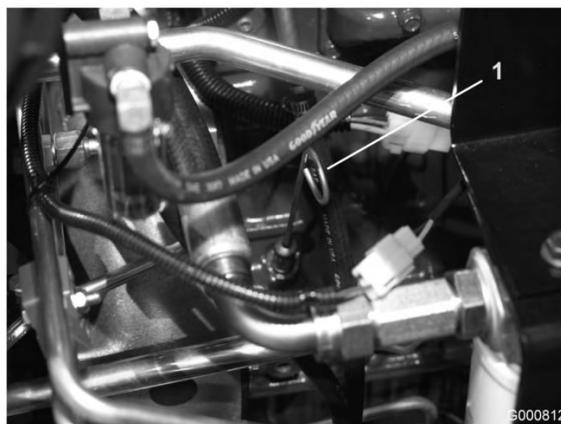

Figura 29
2. Togliete l'asta di livello (Figura 29), pulitela con un panno e reinsertela. Estratela di nuovo e